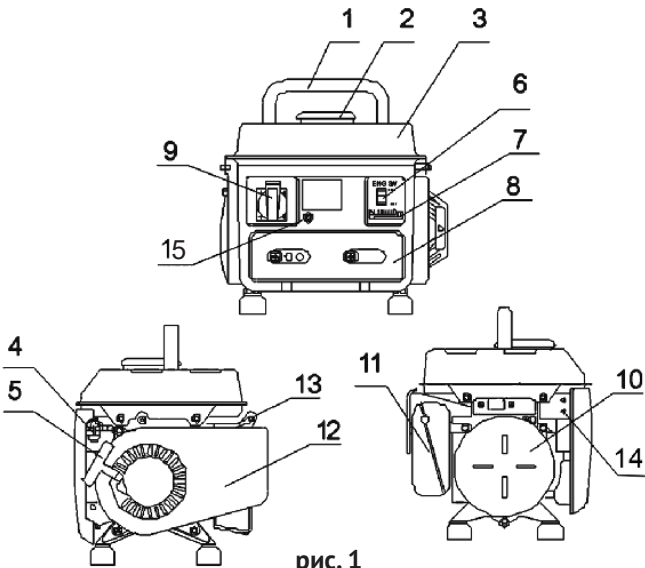

рис. 1
Коленчатый вал, приводимый во вращение возвратно-поступательными движениями поршня двигателя, передаёт крутящий момент на вал якоря генератора. Передача осуществляется через коническое сопряжение ротора генератора и вала двигателя. При этом образуется самоцентрирующаяся трёхопорная схема соединения. С обмоток статора генератора напряжение подводится: через систему стабилизации на розетку переменного тока (рис.1 поз.9).
2.4 Общий вид бензогенератора представлен на рис.1
3.1 Переносной автономный бензогенератор относится к классу генераторных установок переменного тока, с приводом от двигателя внутреннего сгорания общего назначения. Механическая энергия, выработанная бензиновым двигателем (рис.1 поз.12) внутреннего сгорания, преобразуется генератором (рис.1 поз.10) в электрическую энергию со стандартными характеристиками сети переменного тока: напряжение – 230 В, частота – 50 Гц. От неё питаются бытовые приборы при отсутствии стационарной электросети.
Электрическая сеть подключения потребителей относится к системе с изолированной нейтралью, предусматривающей защитное заземление открытых токопроводящих частей корпуса. В зависимости от местных условий (состав грунта, его влажность и т.п.) изменяется качество заземления. Во всех случаях защитное заземление должно иметь сопротивление не более 4-х Ом. Во время работы бензогенератора его клемма заземления (рис.1 поз.14) должна быть подсоединена к заземлителю. Практически это требование может быть реализовано следующими способами:
- перевести выключатель зажигания (рис.1 поз.6) в положение «ВКЛ.»;
- открыть топливный кран (рис.1 поз.4);
- перевести рычаг управления воздушной заслонкой (рис.1 поз.7) в крайнее левое положение «закрыто» при пуске холодного двигателя (для прогретого двигателя рычаг устанавливается в промежуточном положении);
- медленно потянуть рукоятку стартера (рис.1 поз.5) до появления сопротивления, затем резким движением вытянуть трос на всю длину. Повторите действие ещё раз, если двигатель не завёлся.
После прогрева двигателя в течение 10-40 секунд (в зависимости от начальной температуры), перевести рычаг воздушной заслонки (рис.1 поз.7) в крайнее правое положение «открыто».
- перевести выключатель зажигания (рис.1 поз.6) в положение «ВЫКЛ.»;
- закрыть топливный кран (рис.1 поз.4).
При перегрузке может сработать защита генератора. Проверьте суммарную мощность подключённого оборудования. Отключите лишнее. Включите автомат защиты, утопив кнопку (рис.1 поз.15) до фиксации.
Внимание! Все работы по техническому обслуживанию следует проводить при выключенном двигателе и отсоединённом колпачке высоковольтного провода свечи зажигания (рис.1 поз.13).